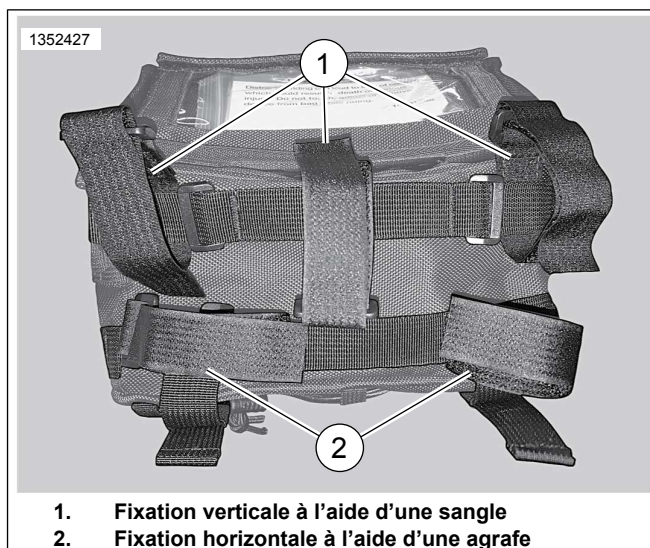

Figure 2. Options de fixation des fermetures auto-agrippantes
1. Figure 2 Attacher au minimum quatre bandes auto-agrippantes à l'arrière du sac.